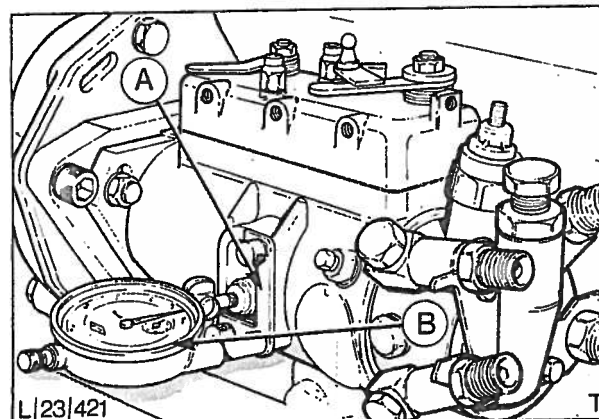

Fig. 46 Innsprøytningspumpe med innstillingsverktøy montert.
- (d) Monter innsprøytningspumpens innstillingsverktøy på pumpen (verktøy nr. 21-089) som vist i fig. 46.